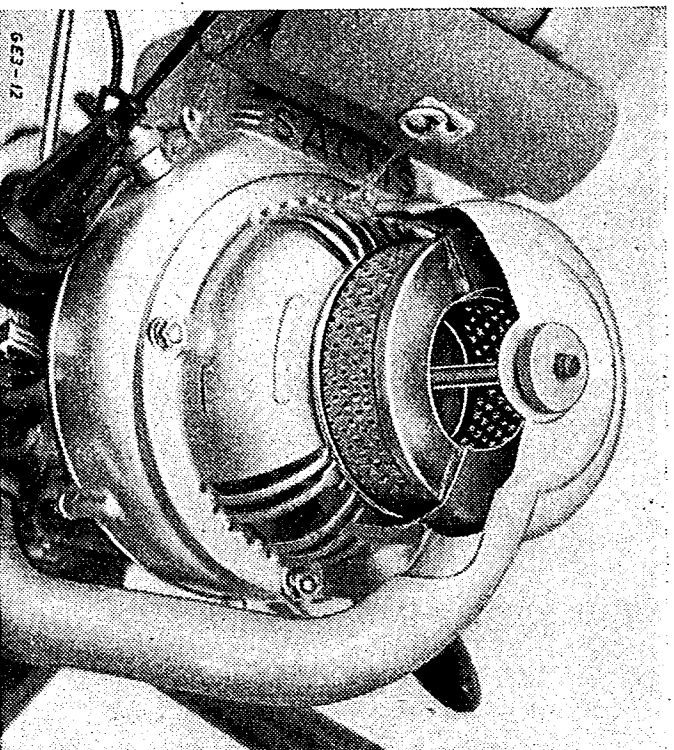

Bild 4. Micronic-Luftfilter (Deckel aufgeschnitten)
2. Micronic-Luftfilter (siehe Bild 4) mit Filterpatrone. Der Austausch der Filterpatrone wird notwendig, wenn diese verstopft ist. Der Motor zieht dann nicht mehr einwandfrei und raucht stark. Beim Wechseln der Patrone